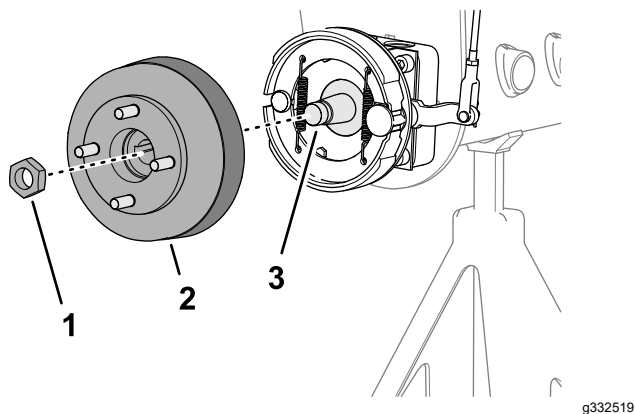
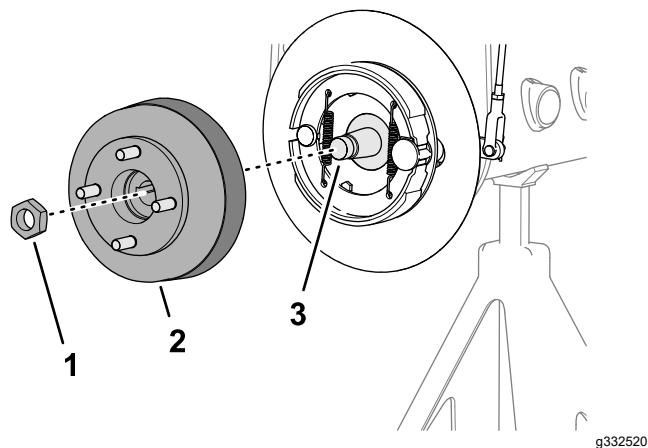

Figure 77
Figure 78
1. Retirez les contre-écrous qui fixent le moyeu sur l'arbre du moteur de roue (Figure 77 ou Figure 78).
4. Utilisez l'extracteur de moyeu de roue spécifié pour déposer le moyeu de roue et le tambour de frein de l'arbre du moteur de roue (Figure 77 ou Figure 78).